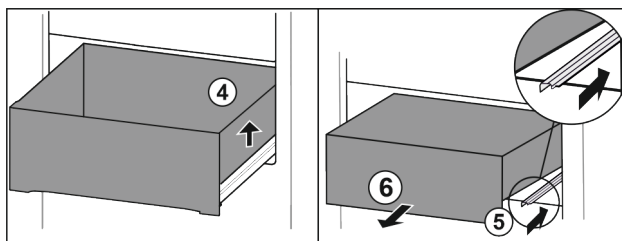

Fig. 90
- ▶ Приподнимите выдвижной ящик справа. Fig. 90 (4)
- ▶ Вставьте правую направляющую. Fig. 90 (5)
- ▶ Извлеките выдвижной ящик движением вперед. Fig. 90 (6)